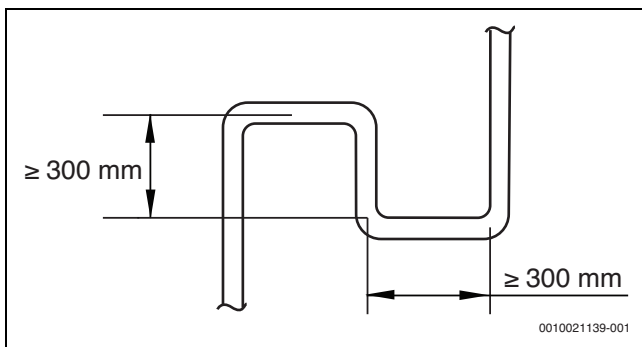

Рис. 6
- ▶ Когда наружный блок находится выше внутреннего блока и разница уровней превышает 20 м , рекомендуется, чтобы патрубок обратной линии масла устанавливался с интервалом 10 м на газовой трубе главного трубопровода. Рекомендуемые спецификации обратного патрубка масла показаны на рис. 6.